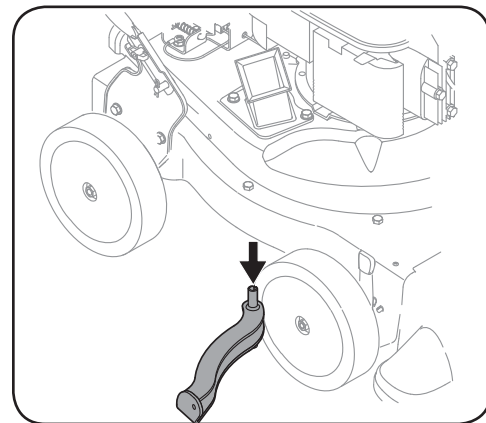

Figure 4-4
7. Retirez et nettoyez la grille du fléau en grattant les débris ou en la lavant avec de l'eau. Voir Figure 4-4.